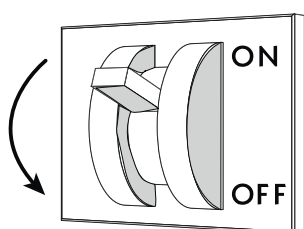

Abb. 42
- Trennen Sie das Kühlmöbel mit Hilfe des Wandschalters vom Stromnetz ("Abb. 42").